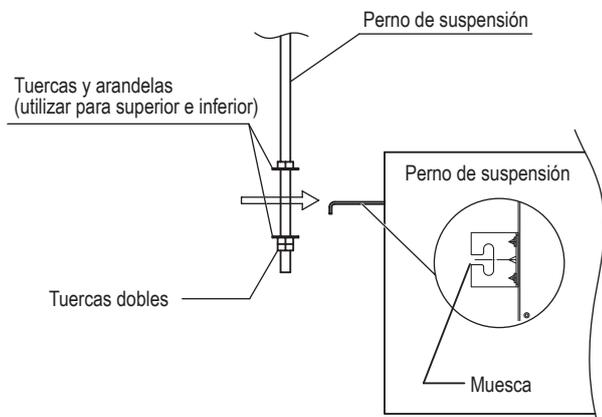

Fig. 7-5
- (3) Enroscar las 3 tuercas hexagonales y las 2 arandelas (de suministro local) en cada uno de los 4 pernos de suspensión (Figs. 7-5 y 7-6)